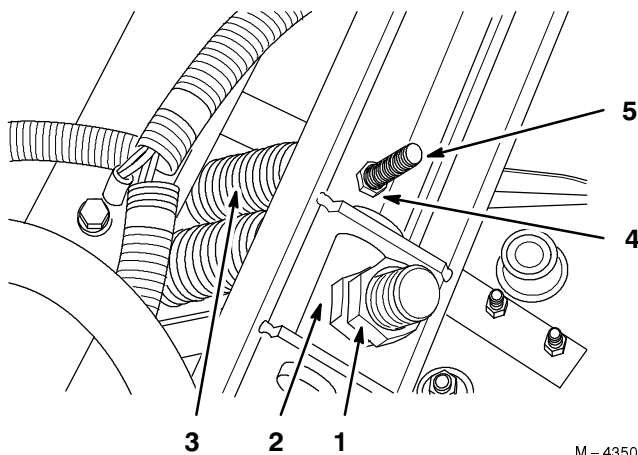

Bild 32
3. Messen Sie die Entfernung zwischen den Zylinderklemmmuttern und dem Zylindergelenkstift (Bild 32). Dieser Abstand darf höchstens 6 cm betragen.